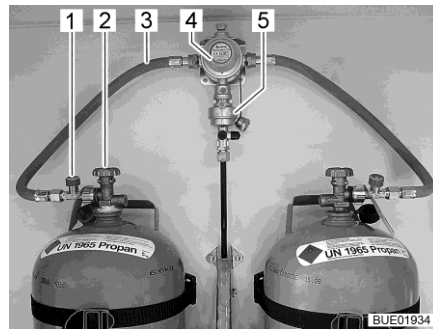
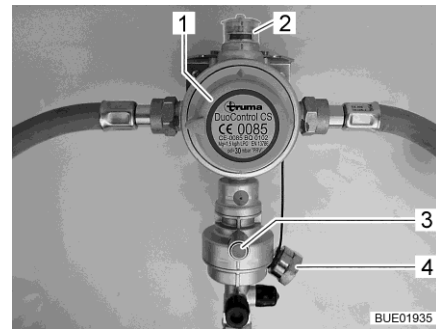

Bild 83 Gasflaschen mit DuoControl
Bild 84 DuoControl-Regelanlage
Die DuoControl-Regelanlage besteht aus einem Umschaltventil (Bild 83,4) und dem Crashsensor (Bild 83,5). Die DuoControl-Regelanlage ist zwischen den Gasschläuchen (Bild 83,3) mit Schlauchbruchsicherung (Bild 83,1) montiert. Mit dem Drehknopf (Bild 84,1) am Umschaltventil kann bestimmt werden, welche der Gasflaschen als Betriebsflasche und welche als Reserveflasche verwendet wird.
Am Sichtfenster (Bild 84,2) wird der Status der Gasversorgung angezeigt:
Der Betrieb mit nur einer Gasflasche ist zulässig, allerdings muss der offene Anschluss in diesem Fall mit dem Blinddeckel (Bild 84,4) verschlossen werden.
Der Crashsensor sperrt die Gaszufuhr bei erheblicher Erschütterung (z. B. Unfall) ab. Der Crashsensor wird durch Drücken des grünen Resetknopfs (Bild 84,3) in Betrieb genommen.
Die Schlauchbruchsicherung (Bild 83,1) sperrt den Gasfluss, wenn der angeschlossene Schlauch bricht. Die Schlauchbruchsicherung muss durch Drücken der grünen Taste aktiviert werden. Die grüne Taste muss so lange gedrückt werden, bis sich der Druck im Schlauch aufgebaut hat.
An der Bedieneinheit (Bild 85) wird die Gaszufuhr über die DuoControl-Regelanlage ein- und ausgeschaltet. Die Haupt-Absperrventile (Bild 83,2) der Gasflaschen und die Gasabsperrventile der Geräte müssen von Hand geöffnet werden. Zum Aktivieren der Schlauchbruchsicherung siehe Abschnitt "Schlauchbruchsicherung".
- Mit dem Drehknopf (Bild 84,1) am Umschaltventil die Gasflaschewählen, der vorrangig das Gas entnommen werden soll (Betriebsflasche). Den Drehknopf immer bis zum Anschlag drehen.
- Haupt-Absperrventile (Bild 83,2) an den Gasflaschen öffnen.
- Grüne Taste der Schlauchbruchsicherung (Bild 83,1) drücken. Am Sichtfenster (Bild 84,2) wird die grüne Markierung angezeigt.
- Haupt-Absperrventile (Bild 83,2) an den Gasflaschen schließen.
Wenn die grüne Kontroll-Leuchte (Bild 85,6) während des Betriebs erlischt und die rote Kontroll-Leuchte (Bild 85,5) aufleuchtet, ist die Betriebsflasche leer und muss gewechselt werden. Am Sichtfenster (Bild 84,2) wird die rote Markierung angezeigt. Die Reserveflasche versorgt die Gasverbraucher weiterhin mit Gas.
- Drehknopf (Bild 84,1) eine halbe Drehung in Richtung der aktuell verwendeten Gasflasche drehen. Damit ist diese Gasflasche jetzt die Betriebsflasche, die leere Gasflasche wird zur Reserveflasche. Die Markierung im Sichtfenster (Bild 84,2) wechselt von rot auf grün.
- Haupt-Absperrventil (Bild 83,2) an der leeren Gasflasche schließen. Pfeilrichtung beachten.
- Grüne Taste der Schlauchbruchsicherung (Bild 83,1) drücken.